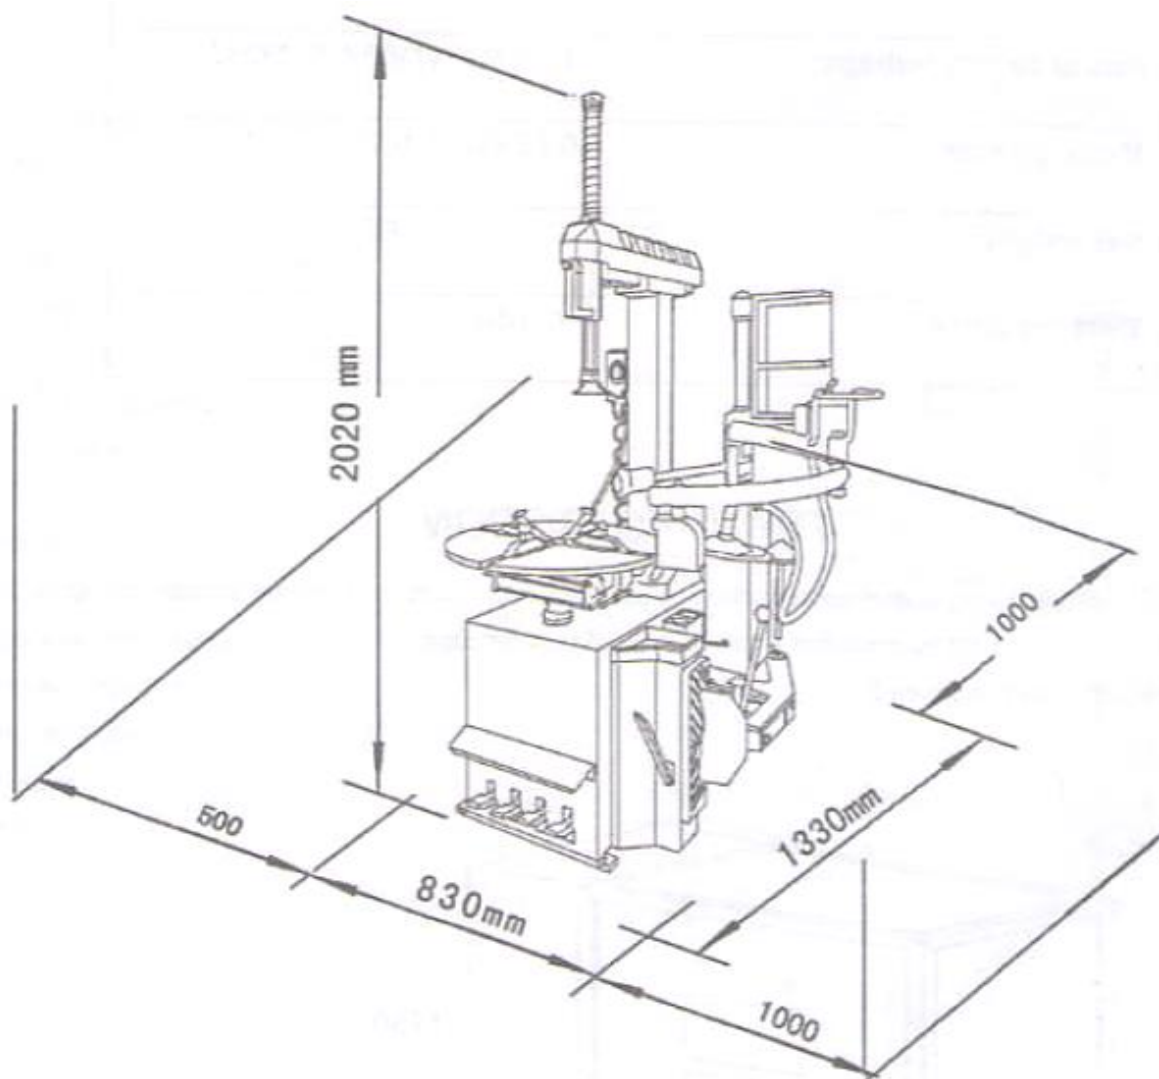

Рис. 4
- Место установки должно отвечать требованиям, отмеченным на рис. 4. В этом случае на станке можно работать без каких-либо ограничений.